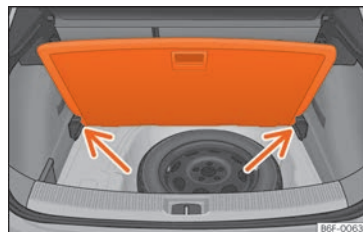

Abb. 128 Variabler Gepäckraumboden: geigte Stellung.
- Legen Sie den Gepäckraumboden auf die dafür vorgesehenen Aufnahmen »» Abb. 128 (Pfeile).